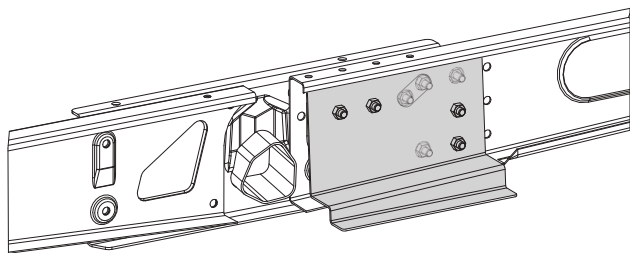

Fig. 17
- Adatto per caravan con peso fino a 1800 kg e con un telaio AL-KO M con longheroni spostabili Fig. 17).